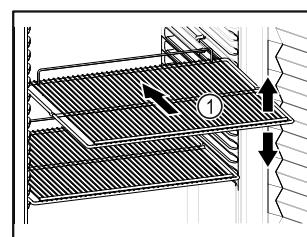

Fig. 64 Beispielhafte Darstellung
- ❑ Wenn Abstellroste Fig. 64 (1) versetzbare sind, je nach Höhe anpassen.